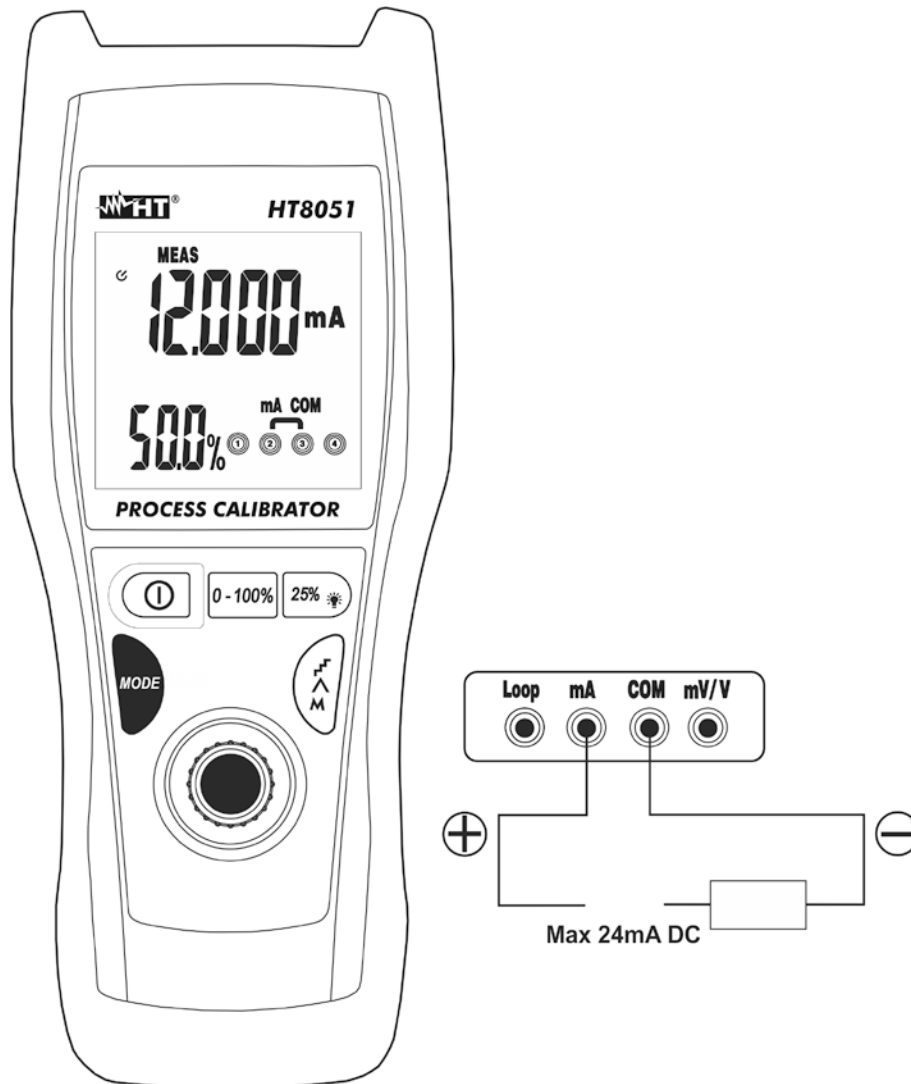

Abb. 5: DC Strommessung
4. Verbinden Sie die grüne und die schwarze Messleitung in Reihe mit dem Kreis, dessen Strom Sie messen möchten und achten Sie auf die Strompolarität (siehe Abb.5)